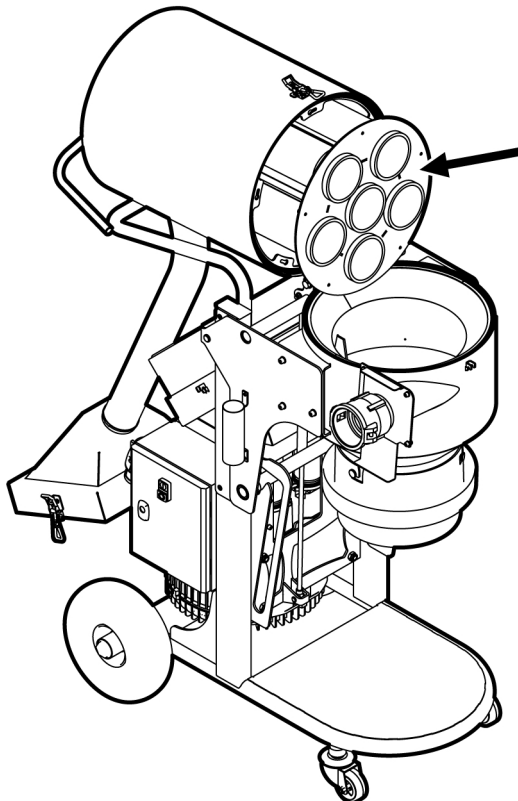

Figura 5-2. Cambiar el casete de filtro de calcetín
2. Sacar el casete completo hacia arriba; ver *Figura 5-2, página 27*.